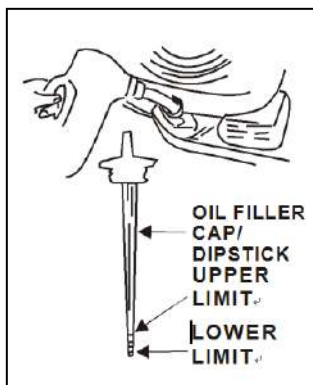

Fig. 9
5. Vierta lentamente el aceite recomendado en el relleno de aceite. No llene demasiado. Después de agregar aceite, espere un minuto y luego verifique el nivel de aceite usando la varilla medidora. El nivel de aceite debe estar entre el límite inferior y el límite superior (Ver Fig. 9).